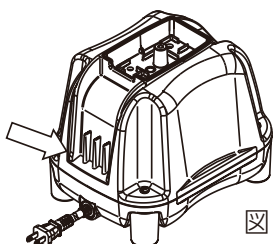

図4
- ⑤また、吸入口が詰まっていないことを確認して下さい。
- ⑥上ハウジング後側に溜まったホコリを取り除いてください。(図4)